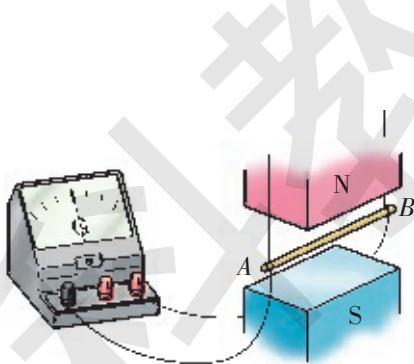

图 1-18 导体切割磁感线产生感应电流
案例 2 当闭合电路的一部分导体切割磁感线时,怎样确定感应电流的方向呢?在图 1-18 中,如果导体棒 AB 向右运动,感应电流的方向怎样?
■ **分析** 在图 1-18 所示的电路中,研究对象是导体棒 AB 、导线和电流表组成的闭合电路。导体棒 AB 位于磁场中,因此磁场的部分磁感线穿过闭合电路。
请你用右手定则判断图 1-18 导体棒 AB 中的感应电流方向,与用楞次定律判断的结果相同吗? 如果导体棒 AB 向上或向下运动,有感应电流产生吗? 如果做斜向运动呢?